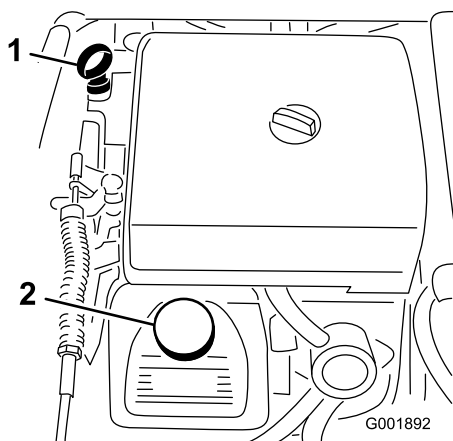

Figure 21
2. Retirez la jauge et essuyez-la sur un chiffon propre (Figure 21). Remettez la jauge dans le tube en vérifiant qu'elle est enfoncée au maximum. Sortez de nouveau la jauge et vérifiez le niveau d'huile.
3. Si le niveau d'huile est bas, retirez le bouchon de remplissage du couvercle de culasse (Figure 21) et ajoutez la quantité d'huile nécessaire pour amener le niveau au repère maximum sur la jauge. Reportez-vous à la section Entretien de l'huile moteur, sous Entretien du moteur, pour connaître le type d'huile et la viscosité qui conviennent. Versez l'huile lentement et vérifiez souvent le niveau durant la procédure. Ne remplissez pas excessivement.